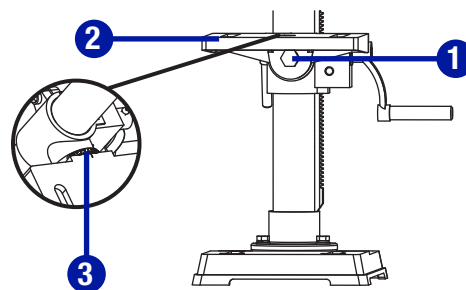

Fig. 17
**TO TILT THE TABLE (Fig. 17)**